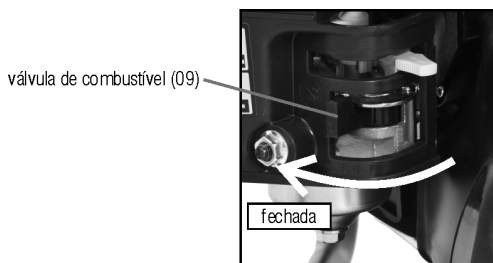

Fig. 26 – Válvula de combustível
- c. Fecha a válvula de combustível (fig. 26).